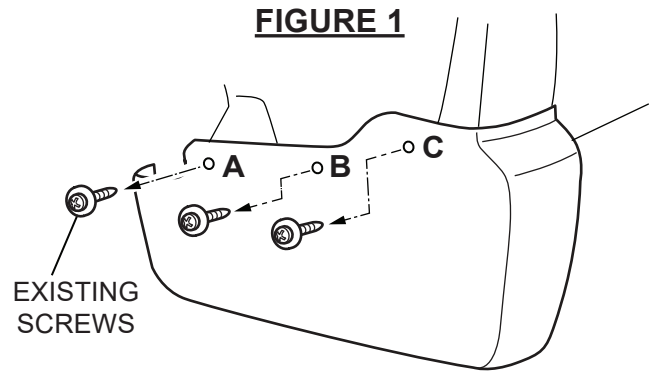

FIGURE 2
2. Remove existing screws at locations (D) and (E) and save for reinstallation. **See figure 2.**
3. Pull downward to disengage existing rock guard from wheel flare. If there is a clip, use trim tool to disengage, then pull guard outward and down to remove. **See figure 2.**
2. Retirer les vis existantes des emplacements (D) et (E), et les conserver pour la repose. **Voir la figure 2.**
3. Tirer vers le bas pour dégager le pare-pierre existant de l'élargisseur de roue. S'il y a une agrafe, utiliser un outil de garniture pour la dégager, puis tirer le protecteur vers l'extérieur et vers le bas pour le retirer. **Voir la figure 2.**